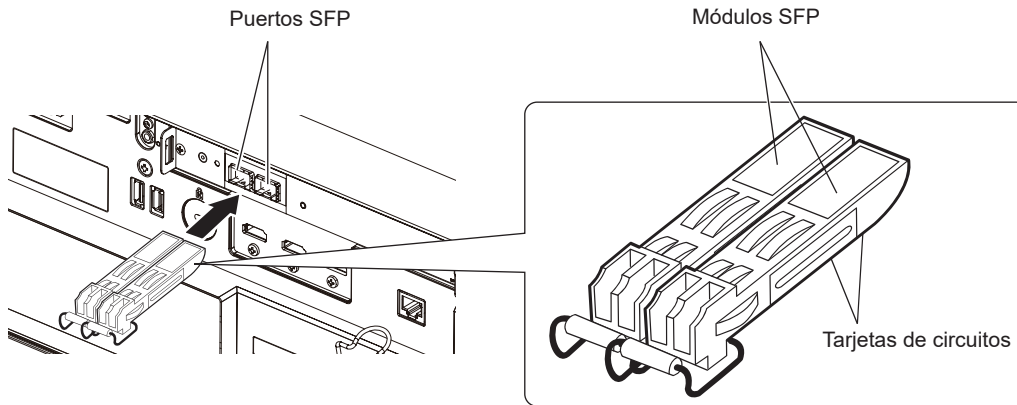

Figura 1
2) Instale el módulo SFP en el puerto SFP. (Figura 1)